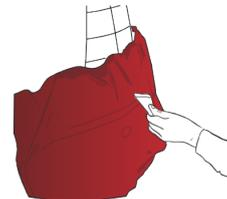

Abbildung 15
- › Die Folie ist mit einer mit Wollfilz überzogenen Kunststoffrakel auf der gesamten Fläche anzudrücken. Dabei ist darauf zu achten, sie an der konvexen Stelle vorsichtig zu glätten, (Abb. 15) um Spannungen und Falten zu entfernen.